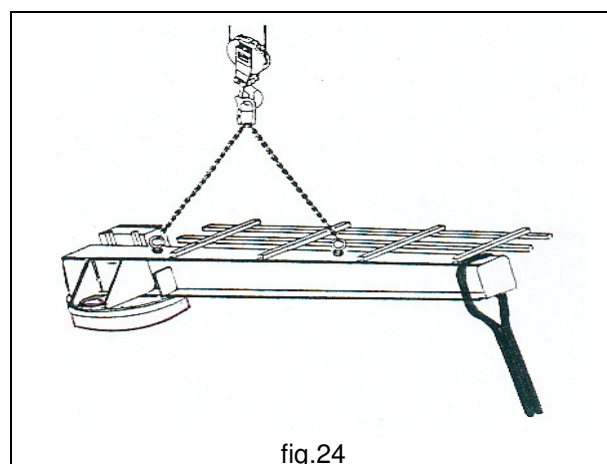

fig.24
4. Evitare oscillazioni e pendolamenti e, se necessario, per mantenere l'equilibrio servirsi di fune o corda legata all'estremità del braccio. (fig.24)